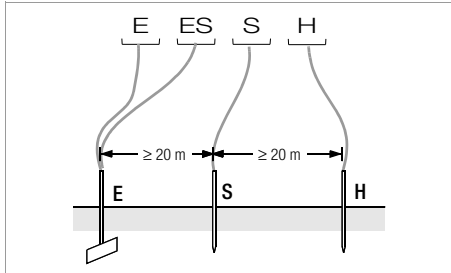

Figure 3 Mesure de la résistance de terre selon la méthode à quatre fils
- ↪ Installez les perches de la sonde et de la prise de terre auxiliaire à au moins 20 m et 40 m de la prise de terre (voir figure 3, page 19).